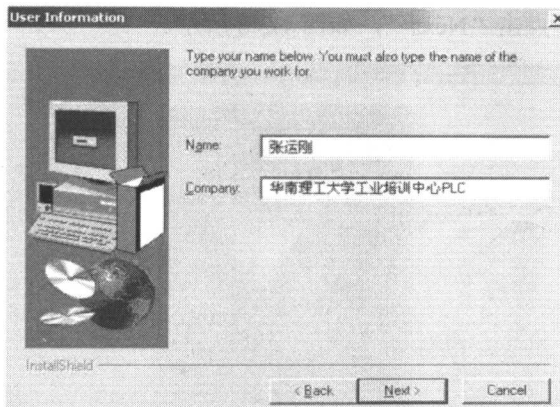

图 1.2.9 写上公司名称和使用者名称
⑨ 写上公司名称和使用者名称，然后点击“Next”，如图 1.2.9 所示。